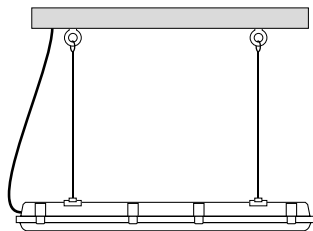

Рис. 2. Установка светильника подвесным способом
- 3.2. Для подвешивания (рис. 2) закрепите на потолке рым-болты для тросов (в комплект не входят).